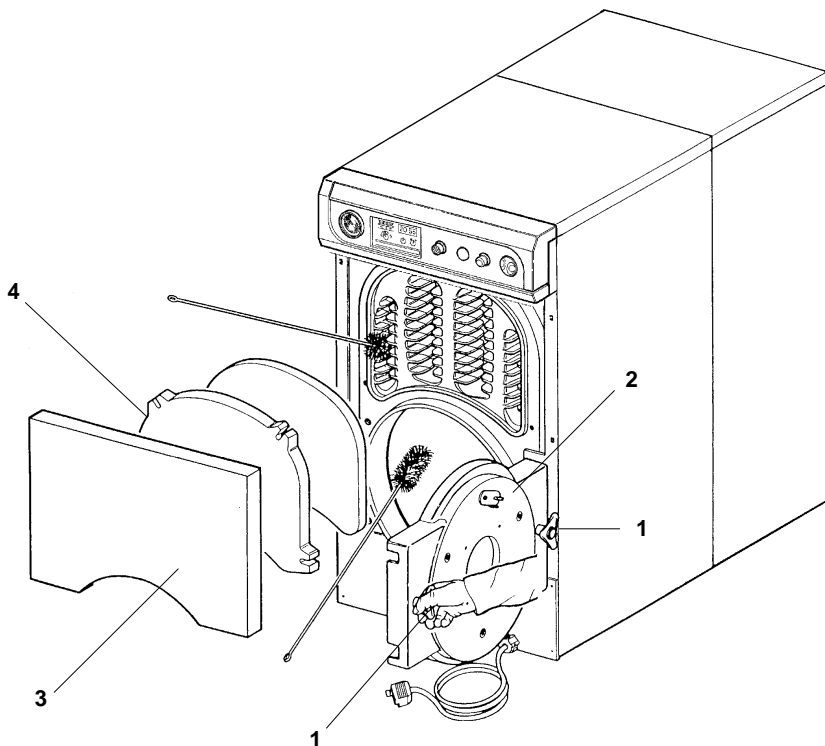

Рис. 22
7.02 (Рис. 22)
7.03 Снимите крышки 3 и 4 (рис. 22)